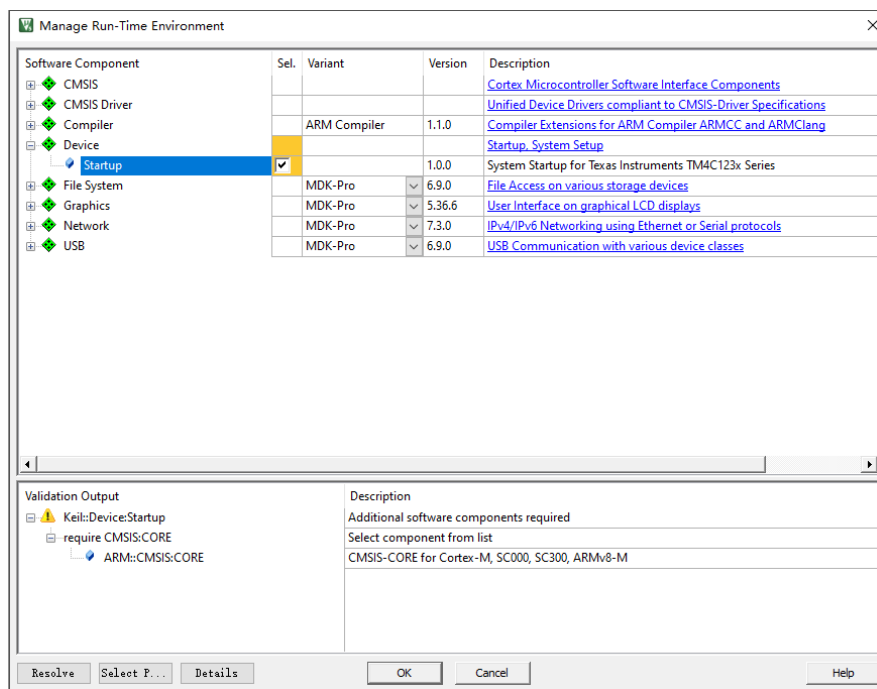

图 3 勾选其中的 STARTUP 选项
3. 让 KEIL 代我们生成启动代码, 点击图 3 中 Software Component 项下的 Device 项, 勾选其中的 STARTUP 选项。点击“OK”。